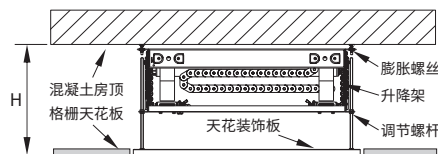

图3 普通高度天花的安装方式
- A. 如果  $H < H1$  (假设  $H2$  调至最长状态)，可以直接把升降架安装到混凝土房顶上，见图3；